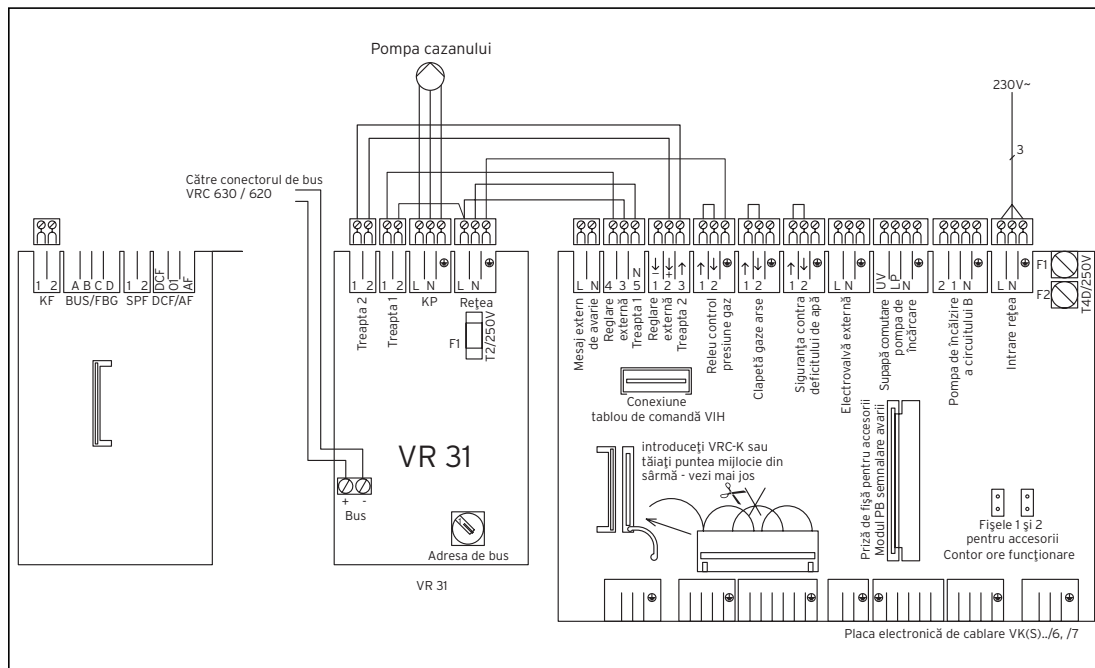

Fig. 4.2 Planul de conexiuni
- Conectați modul de cuplare corespunzător planului de conexiuni (fig. 4.2) la aparatul de încălzire.